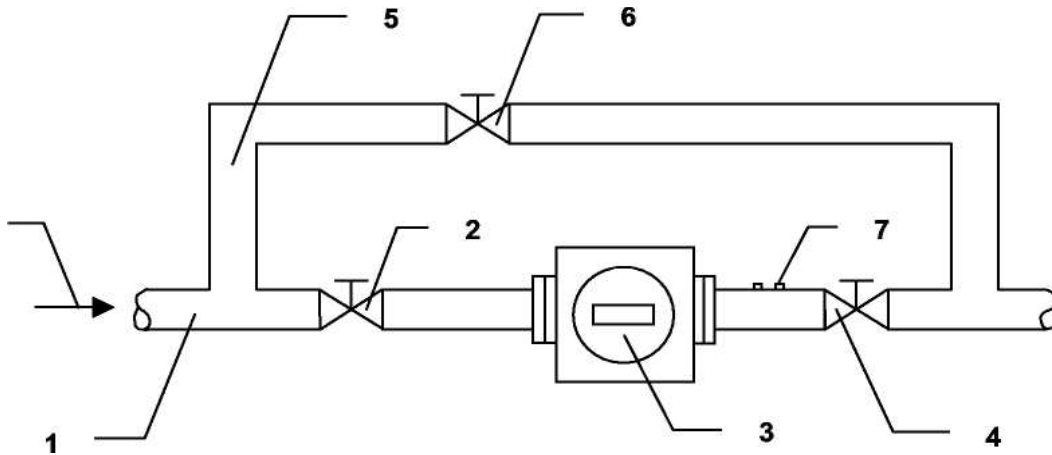

Рис. 8. Установка счетчика
3.5.3 До начала пуска счетчика все вентили на трубопроводе (см. рис. 8) должны быть закрыты.